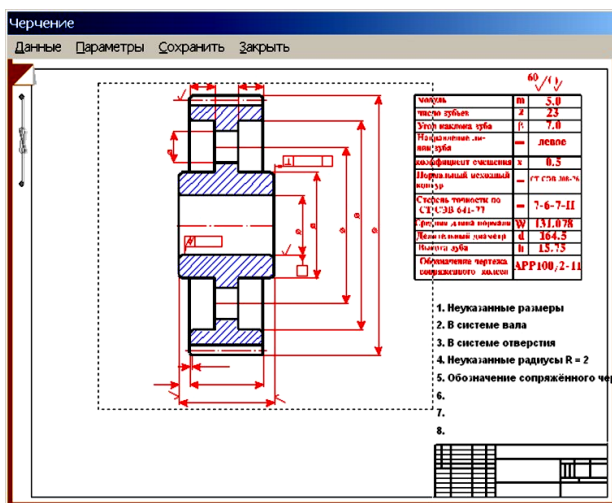
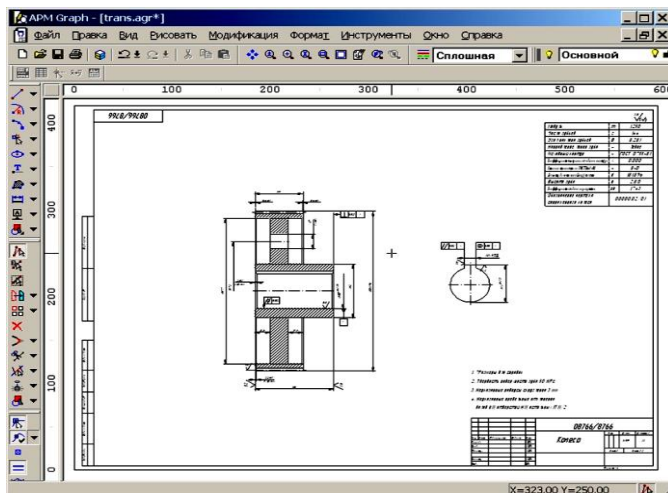

Рис. 3
Рис. 10
8. Генерация чертежа спроектированной передачи. В диалоговом окне «Результаты» флажком отмечаем пункт «Чертеж...». После нажатия кнопки «Продолжить» выбираем, какой из элементов передачи (ведущий или ведомый) требуется начертить. В открывшемся при этом диалоговом окне «Черчение» (рис. 3) необходимо сделать некоторые настройки.
Задание параметров зацепления. Двойной щелчок левой кнопкой мыши в области таблицы параметров в диалоговом окне «Черчение» (см. рис. 3) или выбор в меню *Данные/Таблица зацепления* вызывает открытие диалогового окна «Таблица зацепления» (рис. 7). Пользователь может изменить значения параметров, записанные в полях с белым фоном. Нажатием кнопки «Контр. параметр» можно добавить в таблицу соответствующие контрольные параметры колеса.
Сохранение чертежа. Для завершения генерации чертежа необходимо в окне «Черчение» (см. рис. 3) выбрать пункт меню *Сохранить* и сохранить этот чертеж как файл с расширением *.agr. После этого произойдет запуск плоского графического редактора APM Graph, в окне которого и будет показан чертеж рассчитанного зубчатого колеса (рис. 10).